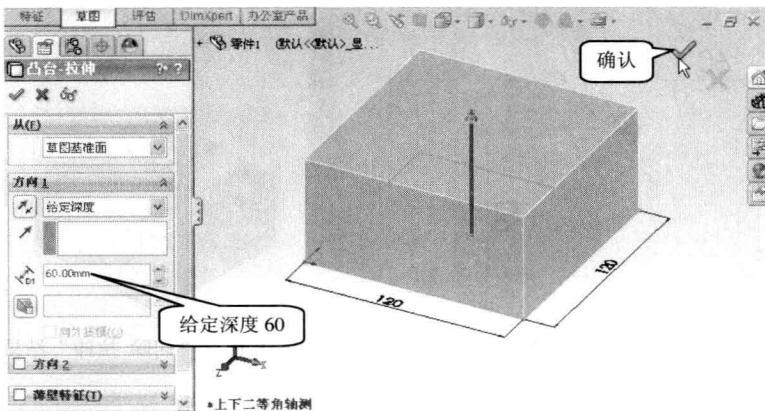

图 1-11 设置“拉伸”属性
- (6) 单击“视图(前导)”工具栏上的“整屏显示全图”按钮，调整视图显示。
- (7) 单击确认角的“结束并接受草图绘制”按钮，退出绘制草图状态。系统自动进入拉伸属性设置状态，如图 1-11 所示。